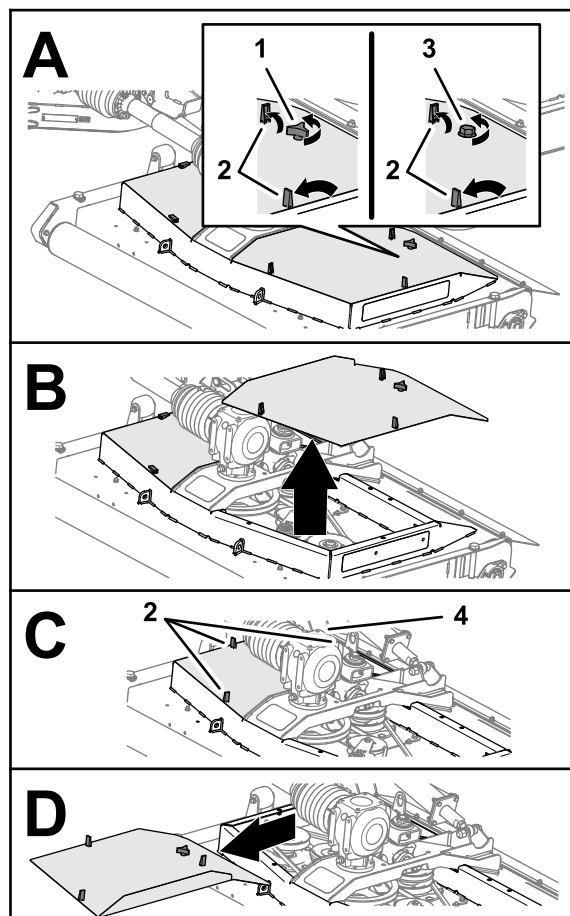

Figura 46
1. Abra los 3 cierres que sujetan la cubierta de la carcasa de corte (Figura 46).
2. Afloje el pomo o el perno (carcasa de corte CE) que sujeta la cubierta de la carcasa de corte a la carcasa de corte (Figura 46).
4. Repita los pasos 1 a 2 con la otra cubierta (Figura 46).